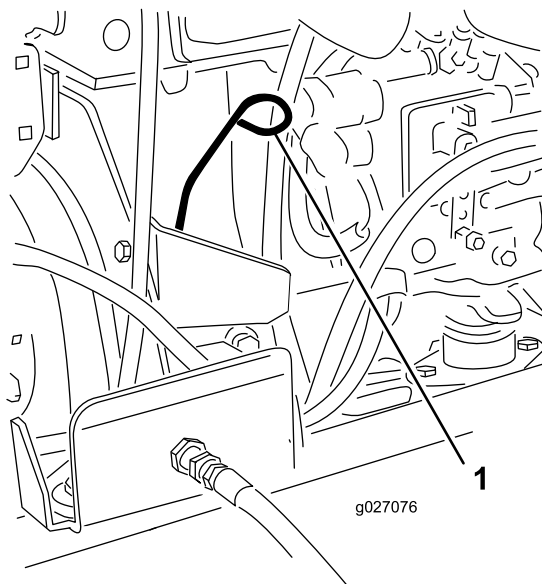

Рисунок 28
3. Извлеките измерительный щуп, тщательно протрите и снова вставьте его (Рисунок 28).